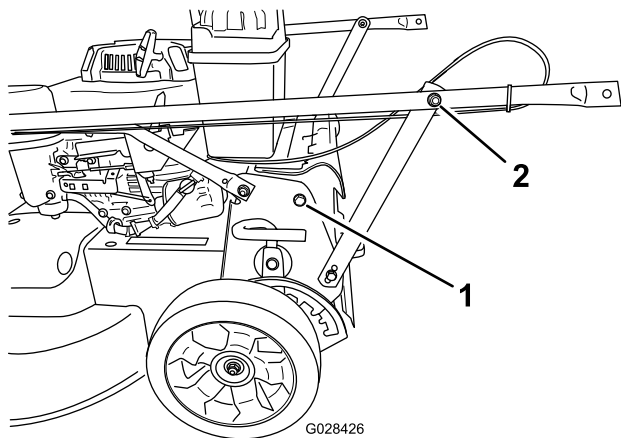

Figure 3
1. Retirez les 2 boulons du cadre de la machine à l'emplacement montré à la Figure 3.